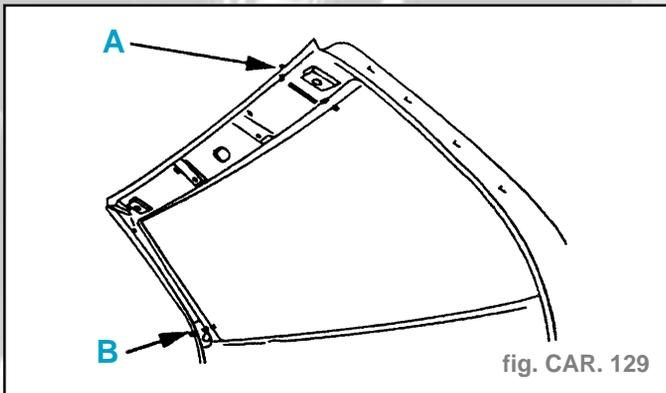

fig. CAR. 129
- la traverse supérieure entièrement après la doublure intérieure montant de baie (A) (fig. CAR. 129),
- uniquement le renfort inférieur montant de baie (B) (fig. CAR. 129).